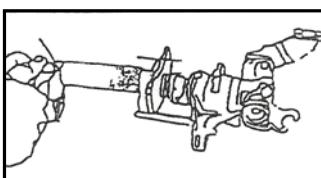

FIG 4
premere il pulsante di rilascio (2) e tirare la leva (4) per estrarre il mandrino a pressione (5) dalla campana del freno. Vedere la FIG 4.